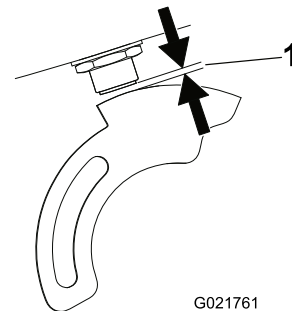

図 15
- ジャムナットを使って、近接スイッチの上下位置を調整するスイッチのプランジャとセンサープレートとの距離が 3.8-4.3 mm になるようにする 図 15。